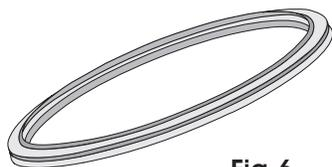

Fig.6
- 9▶ **ANEL DE VEDAÇÃO** - É encaixado na tampa, tem a função de vedá-la com a câmara (Figs. 6 e 7, pág.11), servindo também como dispositivo de segurança. Consulte “Dispositivos de Segurança” (Item 2, pág. 12). Requer manutenção **semanal**. Consulte “Manutenção Preventiva” (Item 4, pág. 25).
- 2► **ANEL DE VEDAÇÃO** - Caso a pressão ultrapasse 3 kgf/cm² ou 294 kPa, o anel de vedação escapará pela borda ocasionando um ruído alto, consulte "*Identificação dos Componentes da Autoclave*" (Figs. 6 e 7, pág.11);